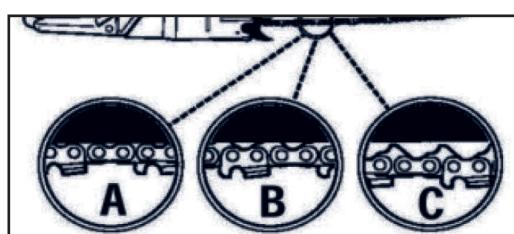

Рис.6
В случае если цепь чрезмерно провисла или слишком сильно натянута, зубчатое колесо, шина, цепь изнашиваются намного быстрее. На рисунке 5 проиллюстрировано правильное натяжение при холодной цепи (A), теплой цепи (B), а также цепи, натяжение которой необходимо отрегулировать (C) Рис. 6.